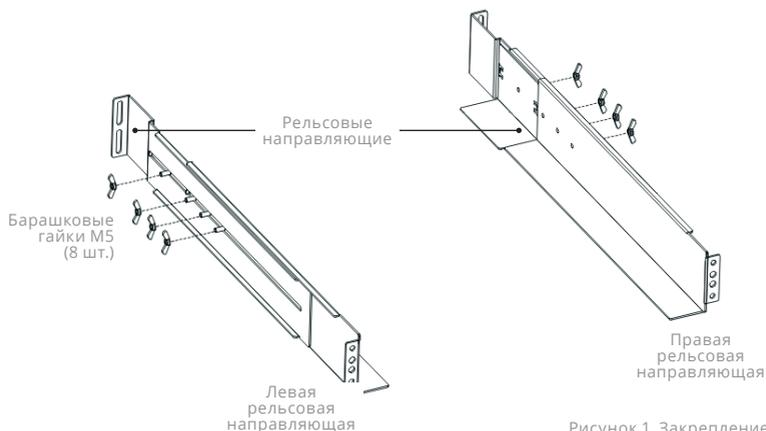

Рисунок 1. Закрепление реек
- с. Затяните четыре гайки М5 зонтичного типа со стороны направляющей в сборе (см. Рис. 1).